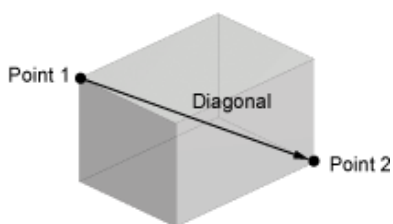

图 3-66 方形体
- 方体形，由 **Box** 按钮提供，参数如图 3-66 所示。